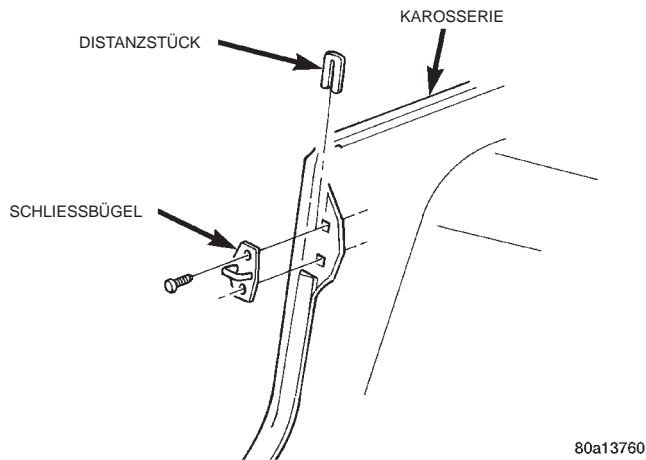

Abb. 38 Schließbügel
- (1) Befestigungsschrauben lösen, mit denen der Schließbügel an der Karosserie befestigt ist.
- (2) Schließbügel und Distanzstück von der Karosserie abbauen (Abb. 38).